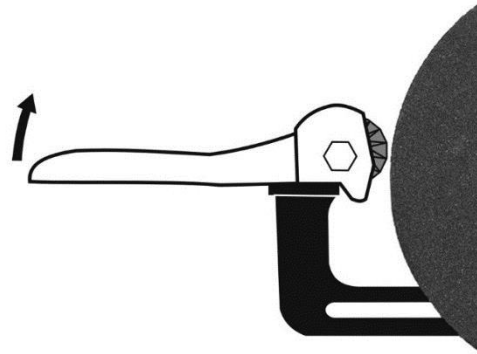

Abb. 8-3: Scheibe abrichten
1. Ziehen Sie die Werkzeugauflage so weit zurück, dass der Abrichter über seine Innenkante einhaken kann (Abbildung 8-3). Werkzeugauflage in der richtigen Stellung fixieren.